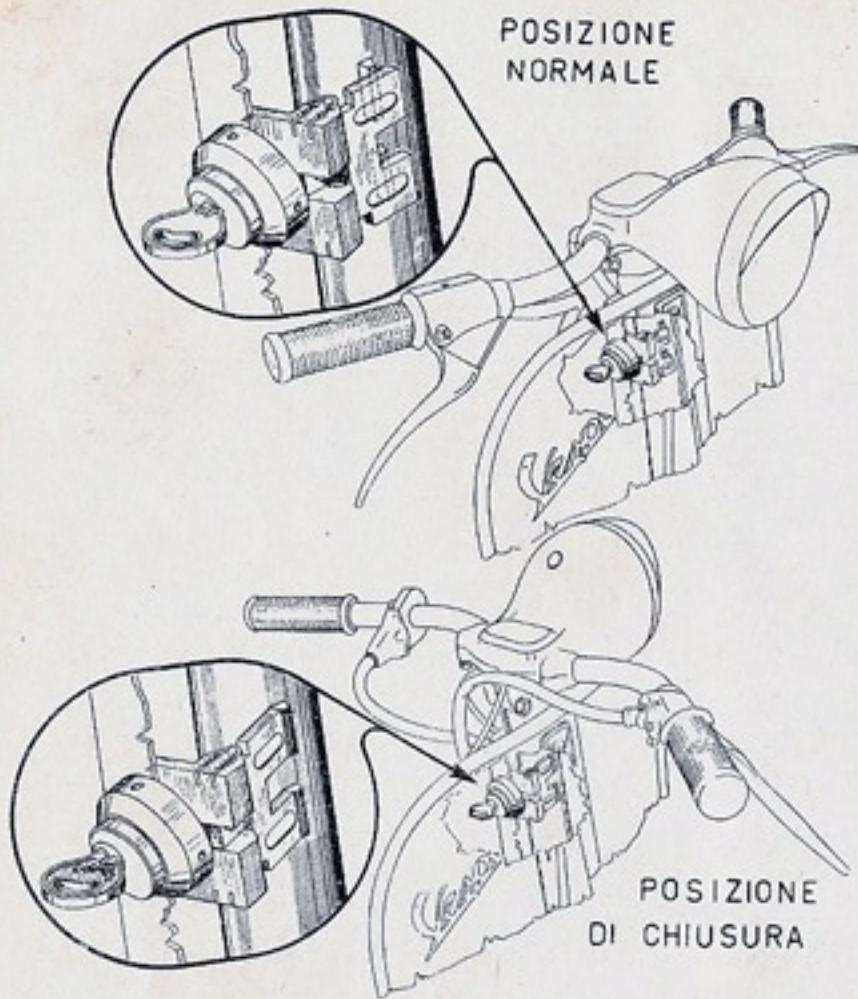

Fig. 6 - Serratura antifurto
(vedi fig. 6).
**Tachimetro contachilometri:** applicato al centro del supporto manubrio, entro un alloggiamento ricavato nel coperchio-porta faro (ved. fig. 6), completa la moto avvantaggiandone altresì l'estetica.